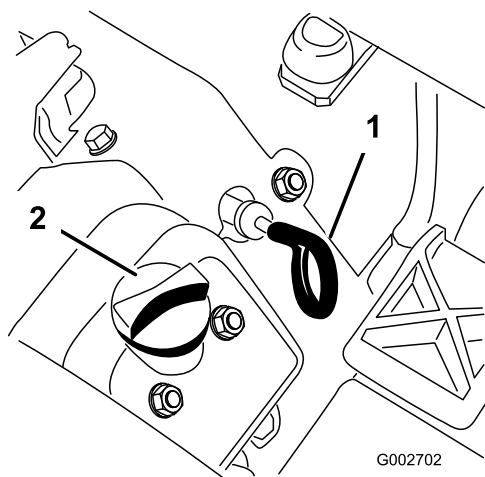

Figura 24
3. Saque la varilla (Figura 24) y límpiela con un paño limpio.